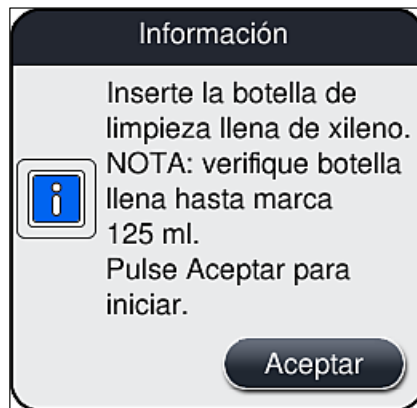

Fig. 101
10. A continuación, confirme el mensaje de información (→ Fig. 101) con **Aceptar**.